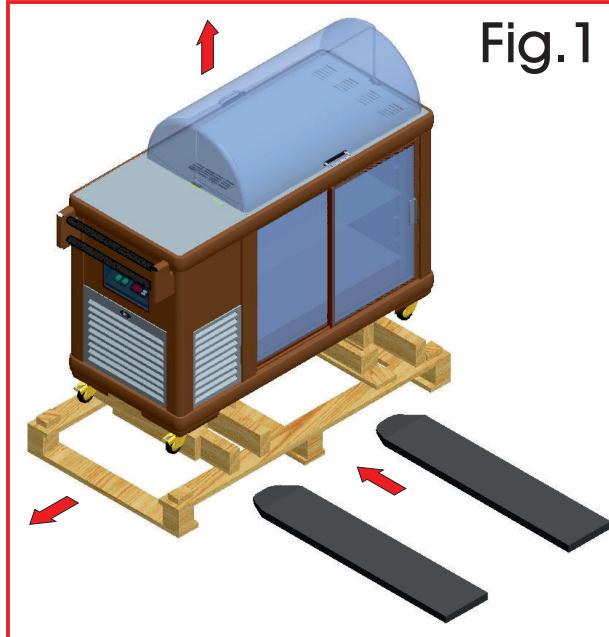

Fig.1
1. Tagliare la reggia, sfilare la scatola verso l'alto. **2.** Togliere i cristalli e le buste posti sul piano. **3.** Infilare le forche del sollevatore fra apparecchiatura e pallet o cassa (Fig.1), facendo attenzione a non danneggiare il cavo d'alimentazione. **4.** Sollevare l'apparecchiatura. **5.** Eliminare il pallet o cassa. **6.** Posare l'apparecchiatura su un piano livellato orizzontale.m. **7.** Fare attenzione a non lasciare niente nell'imballo prima di buttarlo. **8.** Separare i materiali dell'imballaggio secondo la composizione in modo da facilitarne lo smaltimento.